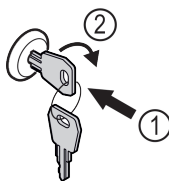

Fig. 183
- ▶ Schlüssel hineindrücken. Fig. 183 (1)
- ▶ Schlüssel um 90° im Uhrzeigersinn drehen. Fig. 183 (2)